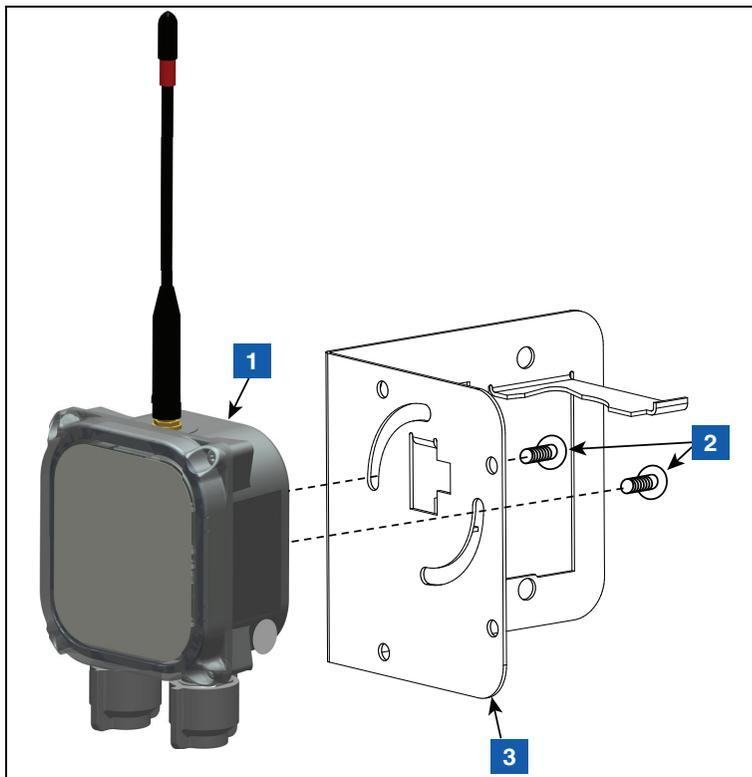

Figure 15. Fixation du transmetteur au support 332295-001
3. Fixez le transmetteur au support comme illustré à la Figure 15.
LÉGENDE DE LA Figure 15